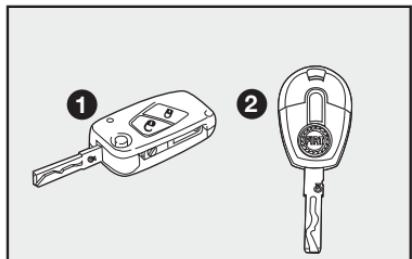

fig. 1
CHAVES - fig. 1
- Duas chaves **1**-fig. 1 ou **2**-fig. 1.
- abertura/fechamento das portas por meio do controle remoto. (chave **1**-fig. 1).
Para a chave **2-fig. 1** está prevista a predisposição para instalação de controle remoto.